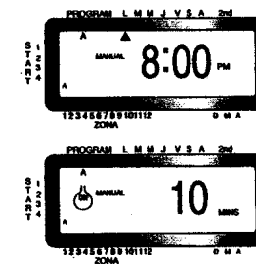

Ilustración 12: Riego manual ya sea en el programa A o en el B únicamente
**SIGUIENTE**. Esto activará las estaciones con períodos de riego asignados únicamente en el programa A. Para iniciar el riego semiautomático, oprima **ENTRADA** [Vea la ilustración 12].